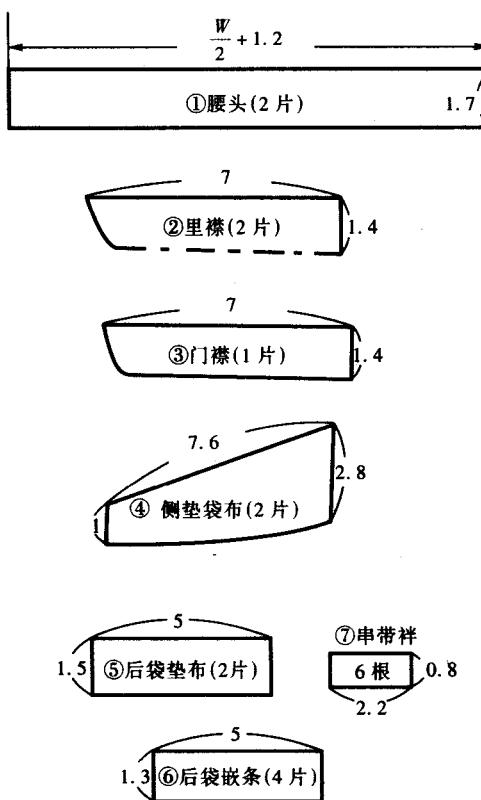

图 2-3-4
⑪大裆弯弧线：连接臀围宽点和大裆弯宽点，过对角线的 $\frac{1}{3}$ 点画大裆弯弧线。
⑫下裆线：折边线处由前裤片放出0.6寸，中裆线处放出0.6寸取点，直线连接两点，再曲线连接至大裆弯宽点，得下裆线。
(3) 主要零部件裁剪方法 (图2-3-4)
①裤腰头：双层料，长为 $\frac{W}{2} + 1.2$ 寸，宽1.7寸（包括缝份），缝合后净宽1.2寸。
②里襟：双层料，长7寸，宽1.4寸（前门襟绱拉链）。
③门襟：单层料，长7寸，宽1.4寸。
④侧垫袋布：上宽2.8寸，下宽1寸，里侧为斜纱，外侧随前裤片侧缝造型。
⑤后袋垫布：长5寸，宽1.5寸。
⑥后袋嵌条：长5寸，宽1.3寸。
⑦串带袢：长2.2寸，宽0.8寸。